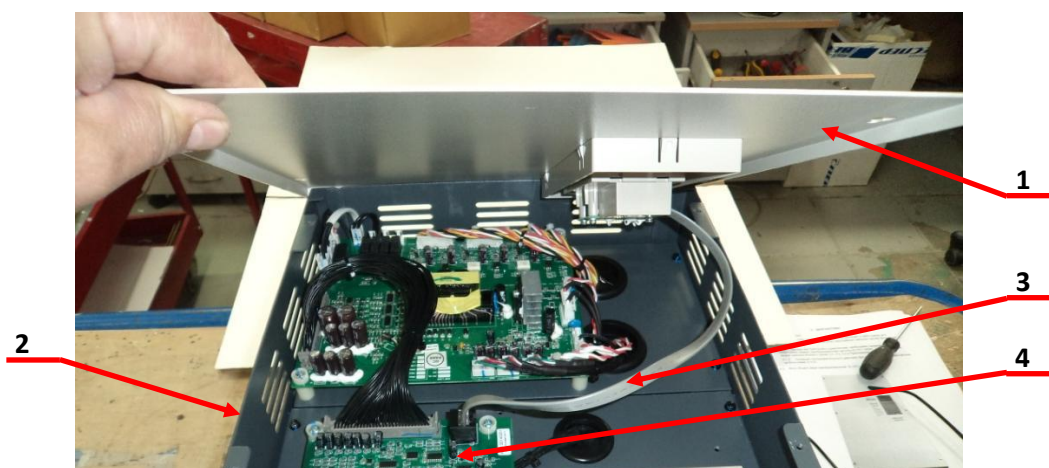

Рис.7.32
- 7.11.1. Верхнюю крышку поз.1, расположить на корпусе ПЧ поз.2, (рисунок 7.32).
7.11.2. Присоединить разъём RG45 кабеля, поз.3, к разъёму платы ЦП поз.4 (рисунок 7.32).